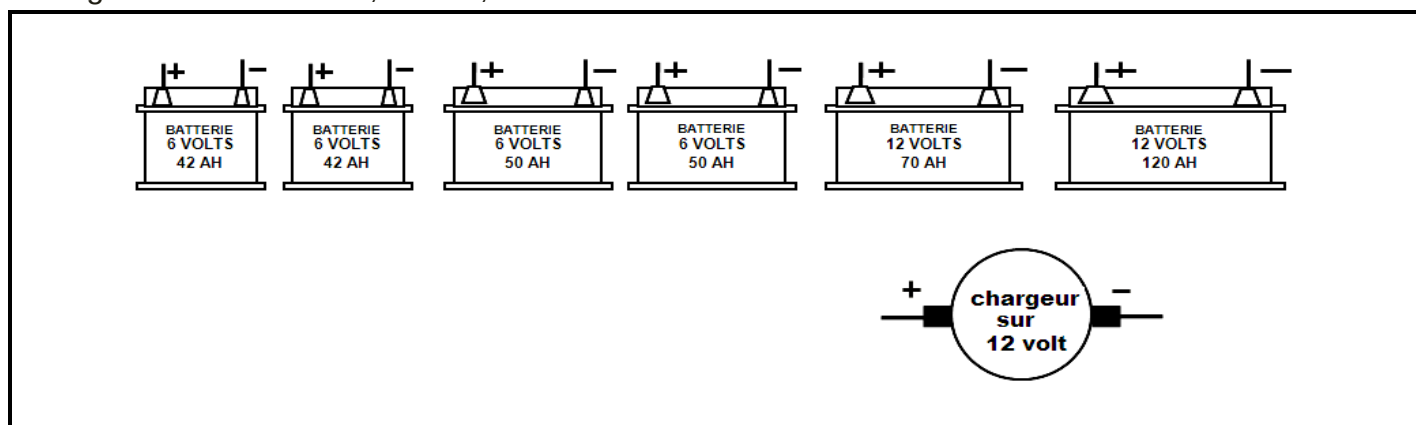

Figure 2 : Station de charge des batteries
Votre cliente **Mme AGNOUNG Justine** se plaint de l'indicateur de charge qui reste constamment allumée au niveau du tableau de bord. Votre chef d'atelier vous demande d'associer ces batteries à ceux qui sont déjà dans la station de charge. Vous disposer alors de six (06) batteries complètement déchargées ayant les caractéristiques suivantes figure 2 ci-dessous:
II.1.2 Réaliser sur la **figure 2** le branchement des six (06) batteries en charge afin de les mettre en charge. (2pts)